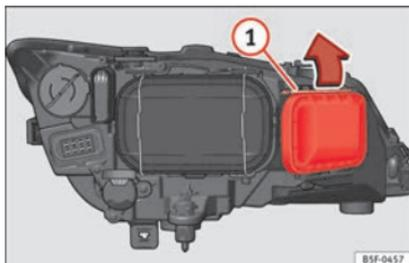

Abb. 108 Fernlichtleuchte.
- Verschieben Sie die Strebe » **Abb. 108** ① in Pfeilrichtung und nehmen Sie die Abdeckung ab.